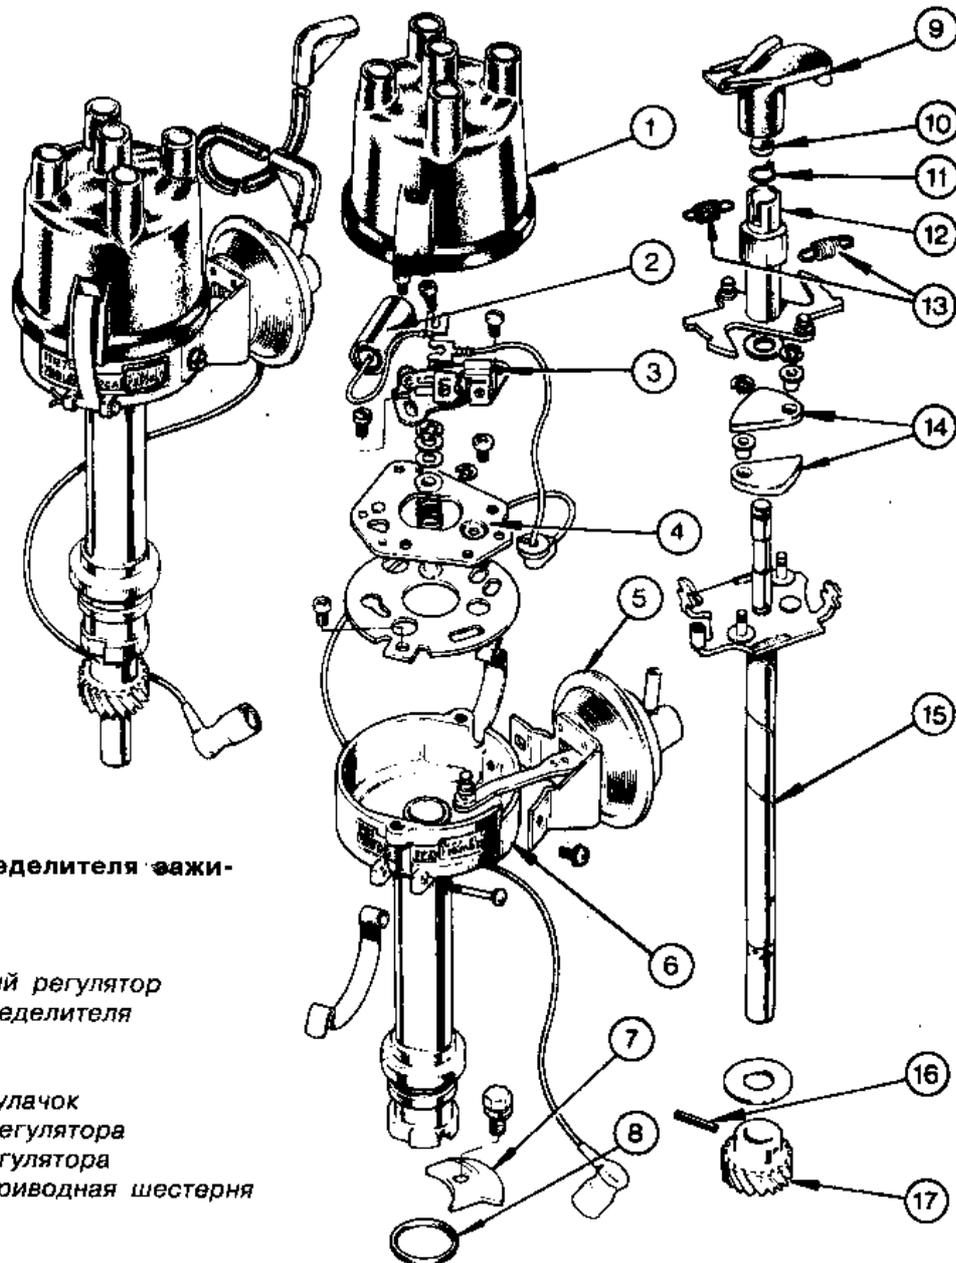

Рис.4.15. Устройство распределителя зажигания "Форд" (Разд.8)
1. Обратитесь к разделу 7 и следуйте инструкциям, содержащимся в пунктах 1-3. Части распределителя показаны на Рис.4.15.